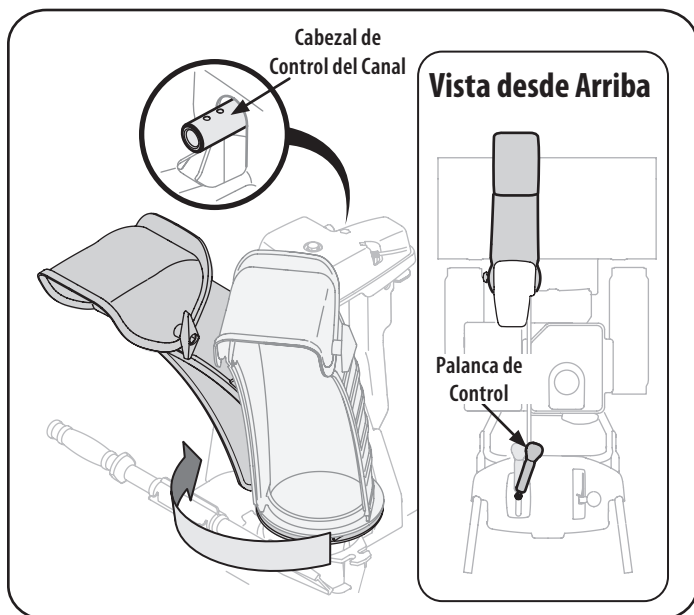
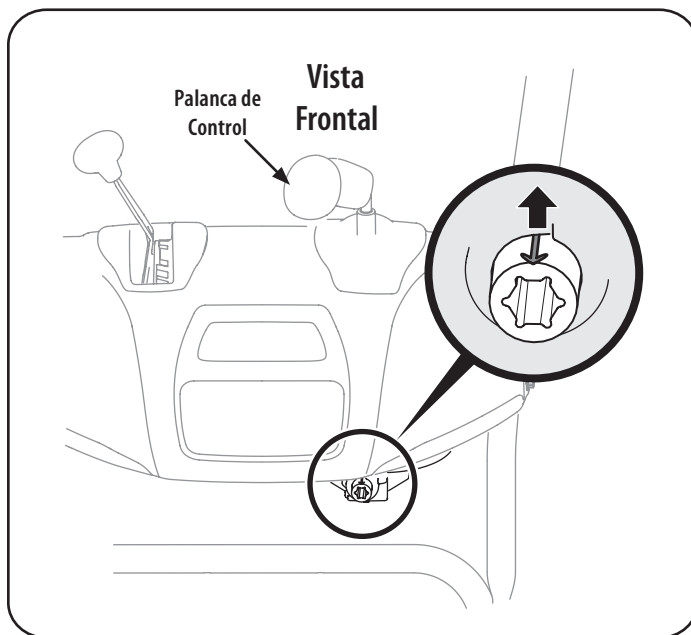

Figura 7
Figura 8
5. Apriete el disparador en la palanca de control y gire el canal manualmente para que mire hacia delante. Los orificios en el cabezal de control del canal estarán mirando hacia arriba. Vea la Figura 7.
6. Gire la palanca de control a la una posición tan que la flecha indicadora plateada en el engranaje del piñón por debajo del panel de control señale hacia arriba. Vea la Figura 7.
NOTA: La palanca de control girará ligeramente hacia la derecha. Vea la Figura 7 & la Figura 8.